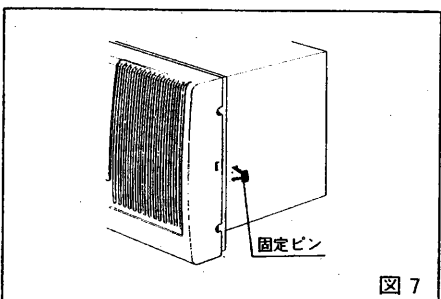

図7
### (4)最後にグリルを取付け固定ピンを差込み固定します。(図7)
#### (4)最後にグリルを取付け固定ピンを差込み固定します。(図7)